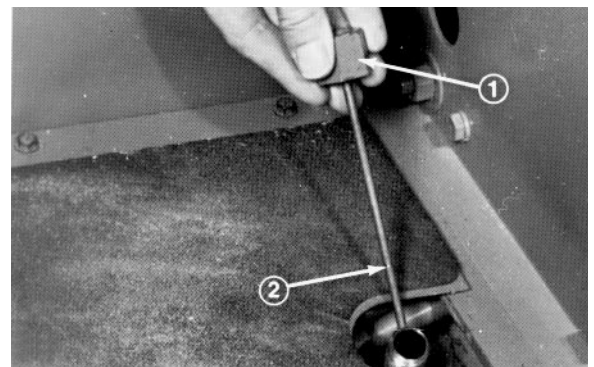

Fig. 4
2. Ta peilepinnen opp (fig. 4) og tørk av med en ren klut. Skru peilepinnen i påfyllingshalsen med fingrene, ta den ut og undersøk oljenivået. Hvis nivået er lavere enn 13 mm under merket på peilepinnen (fig. 4), må du etterfylle med SAE 10W-30 motorolje eller automatisk gearkasseolje opp til merket. FYLL IKKE MER ENN til 13 mm over merket.